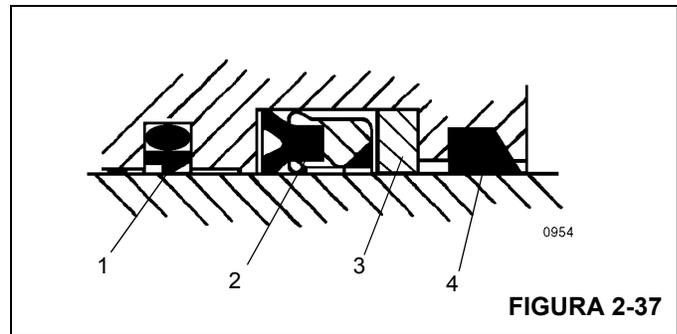

FIGURA 2-37
4. Instale los anillos de desgaste, el sello intermedio y el sello profundo en Z de varilla de repuesto en el interior de la cabeza. Asegúrese que el reborde del sello intermedio esté cerca al sello profundo en Z de la varilla Figura 2-37. Asegúrese que la ranura del borde del sello profundo en Z de varilla esté más cerca al sello intermedio.